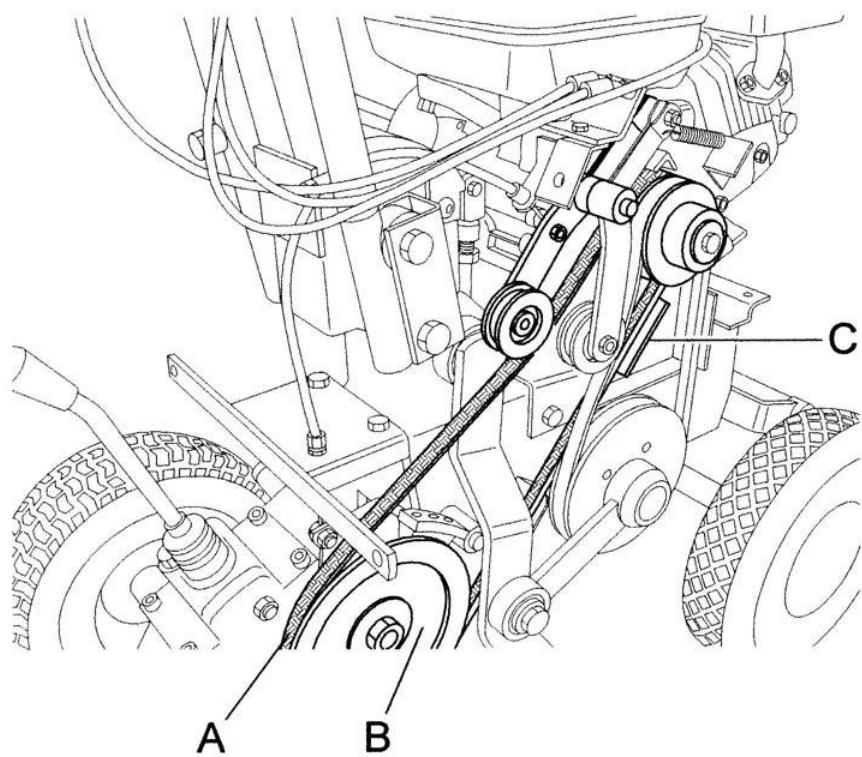

Рисунок 8
- Затем снимите ремень переднего контроля с нижнего шкива, повернув ремень против часовой стрелки (рис. 8, поз. А и В)
- Необходимо убедиться в том, что пояс установлен и работает правильно с помощью соответствующего рычага контроля. Когда рычаг опущен, а ремень максимально натянут, расстояние между ремнем и соответствующими направляющими ремня (рис. 8, поз. С) должно быть приблизительно 2 мм.